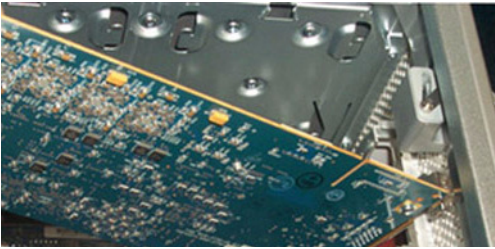

Figure 4. La carte est tenue de biais au-dessus de l'emplacement
- Tenez la carte au-dessus de l'emplacement n° 2 de manière à ce que l'avant de la carte soit surélevé par rapport à l'arrière (au niveau duquel se situe le connecteur DigiLink de la carte), ainsi que l'illustre la figure 4.